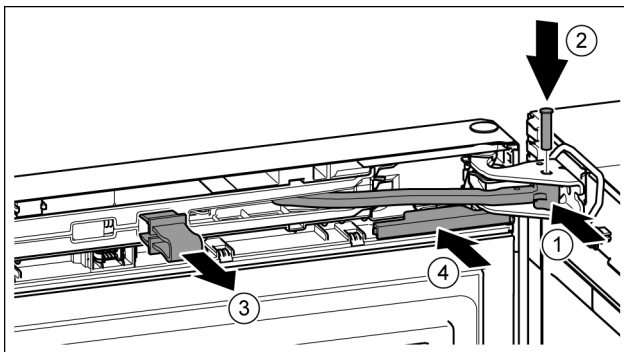

Fig. 22
- ▶ Forgassa a csapágybakba a csuklót. Fig. 22 (1)
- ▶ Helyezze be a csapágybakba és a csuklóba a csapszeget. Közben ügyeljen arra, hogy a bekattanó bütyök megfelelően illeszkedjen a horonyba. Fig. 22 (2)
- ▶ Vegye le a biztosítékot. Fig. 22 (3)
- ▶ Tolja fel a fedelet. Fig. 22 (4)